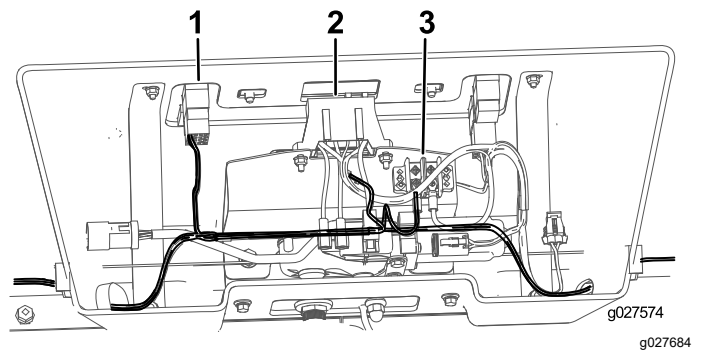

図 12
3. ハーネスをスイッチ、ヒューズブロック、アース端子に接続する 図 12。